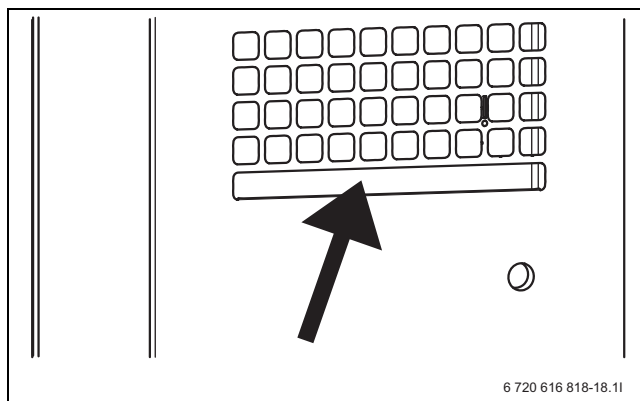

Bild 53
- Rensa smuts och löv från facket vid förångaren på värmepumpens baksida (→ Bild 53).